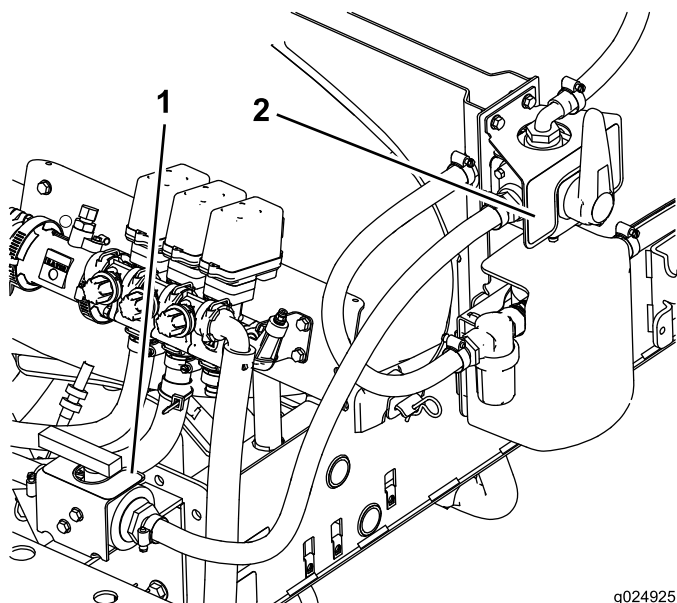

Figura 33
1. Individuate e pulite accuratamente l'area in cui posizionerete i 2 adesivi (Figura 33).
2. Staccate la parte posteriore degli adesivi e posizionateli sulla macchina (Figura 33).